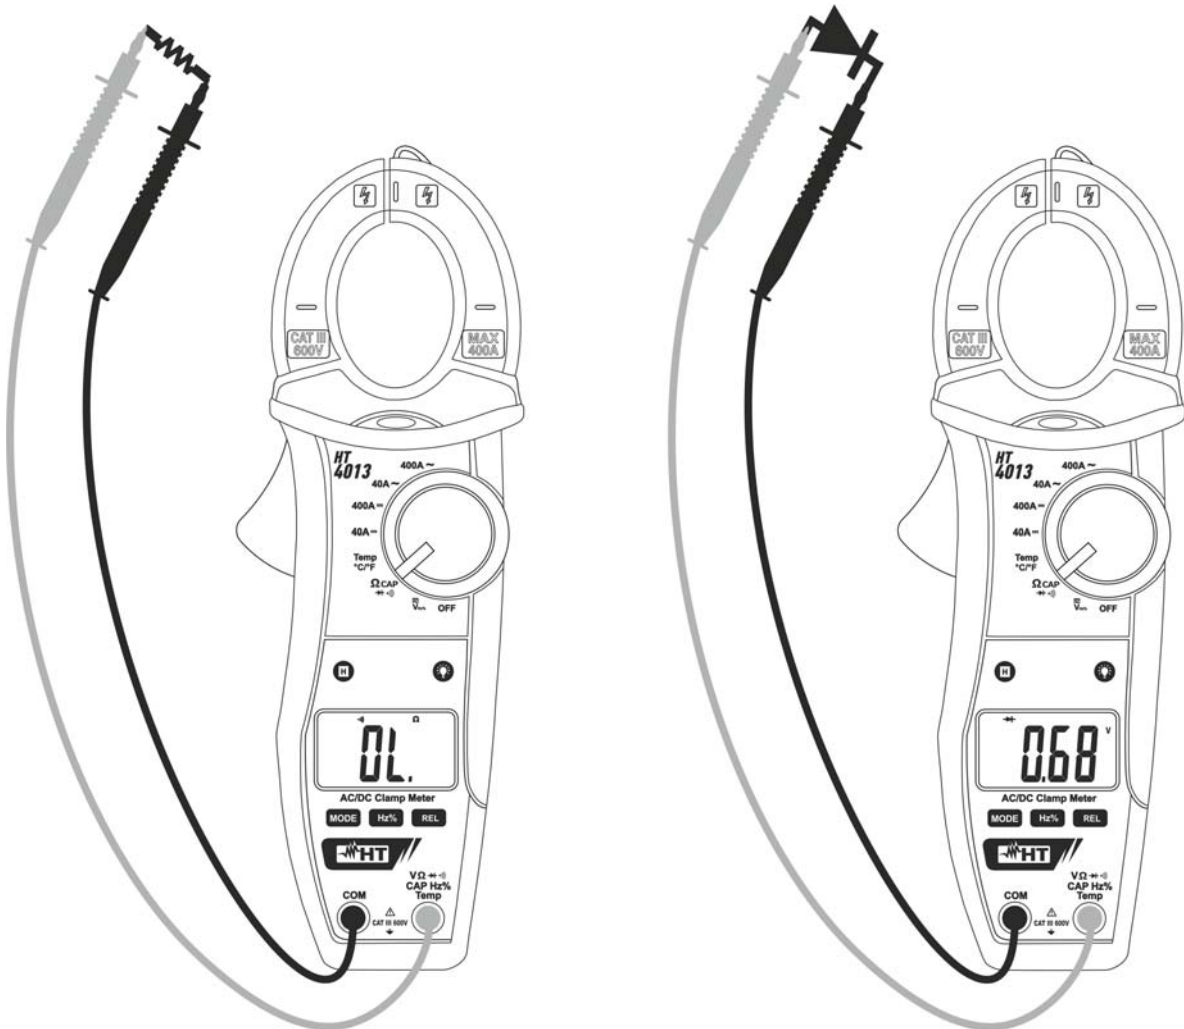

Fig. 7: Uso de la pinza para la prueba de Continuidad y Prueba de Diodos
3. Inserte el cable rojo en el terminal de entrada **VΩ** y el cable negro en el terminal de entrada **COM** y efectúe la prueba de continuidad sobre el objeto en prueba (vea Fig. 7 – parte izquierda). El indicador acústico emite una señal acústica cuando el valor de la resistencia medida es inferior a aproximadamente 150Ω
5. Conecte la punta roja al ánodo del diodo y la punta negra al cátodo en caso de medida de polarización directa (vea Fig. 7 – parte derecha). Invierta la posición de las puntas de prueba en caso de medida de polarización inversa